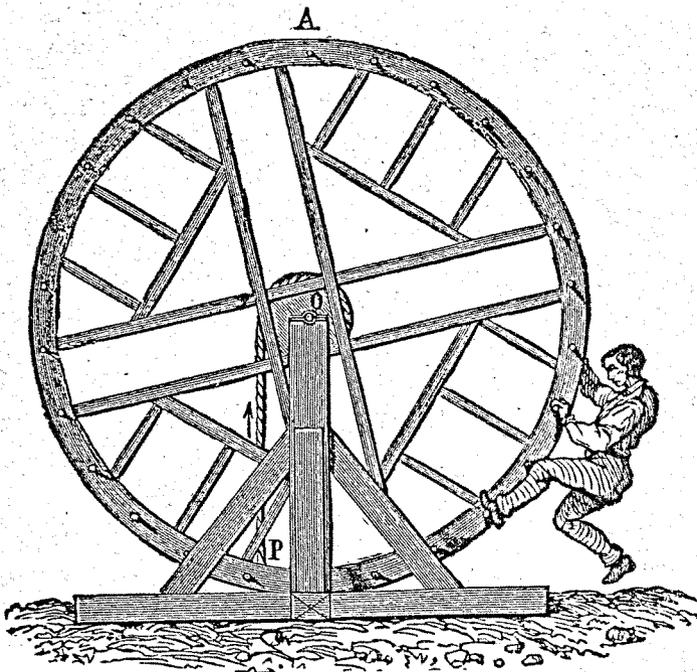

Fig. 23. — Roue de carrier.
*viles* ou un *manège*. La première est mue par des hommes qui grimpent sur des chevilles disposées à sa circonférence (fig. 23) comme s'ils montaient à une échelle; sur l'axe de la roue est calé le tambour d'un treuil, à la surface duquel s'enroule le câble supportant la charge à élever, de sorte que c'est le poids du manœuvre qui élève les matériaux P. Le manège (fig. 24) est mû